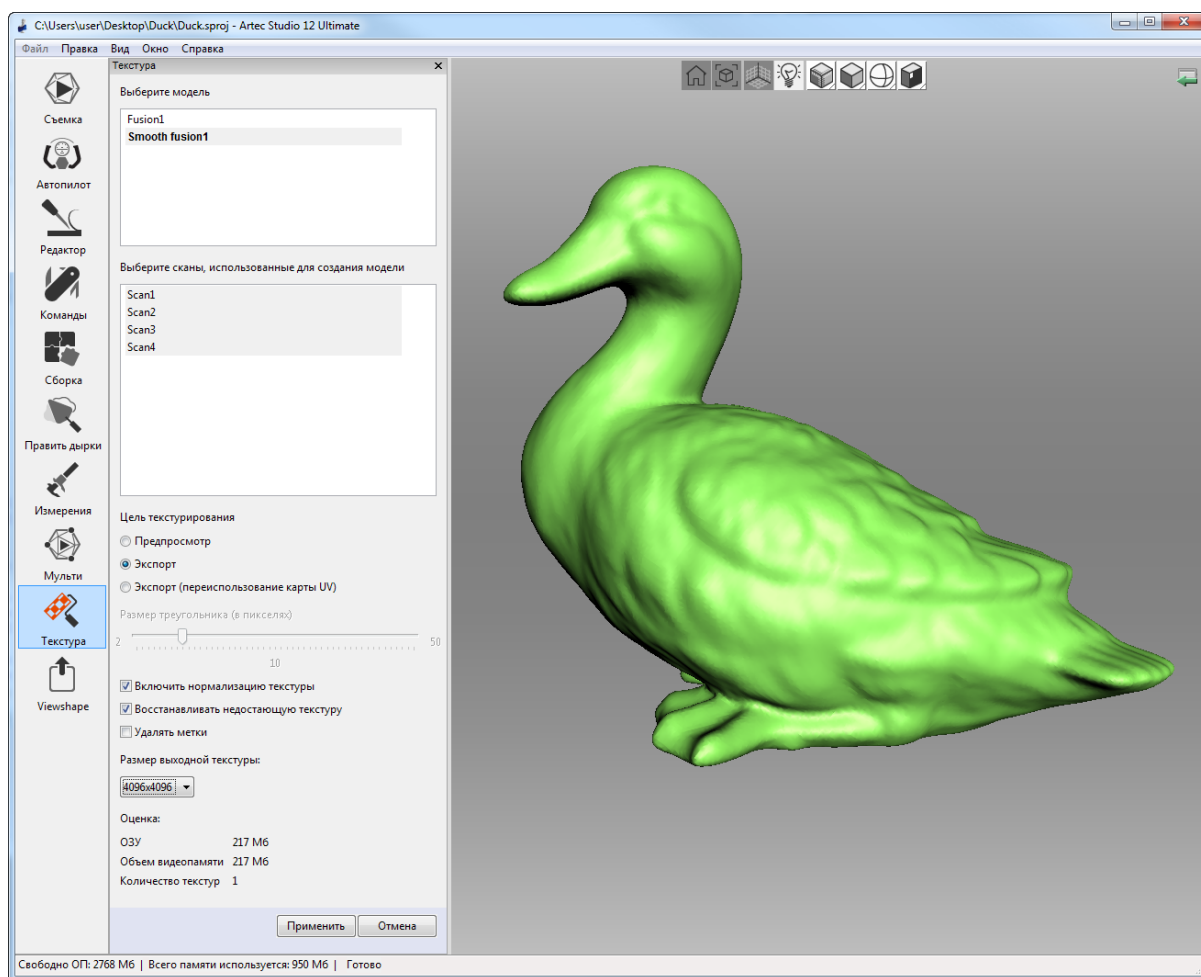

Рис. 8.44: Выбор метода текстурирования и настройка его параметров
2. Выберите модель из первого списка (см. *Рис. 8.44*); Artec Studio будет текстурировать эту модель